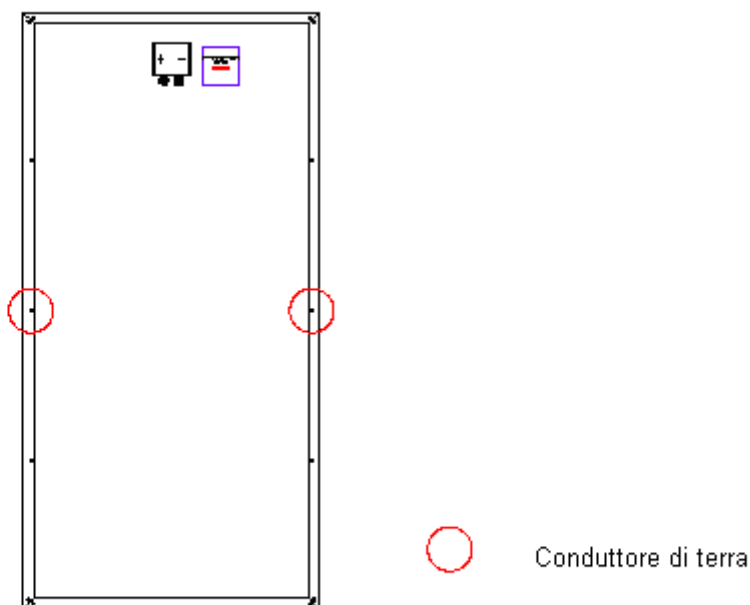

Figura 7 Posizionamento del conduttore di terra
- Fissare il conduttore di terra al corrispondente buco (figura 7) nella cornice usando un sistema di fissaggio meccanico come minuterie metalliche (non fornite).